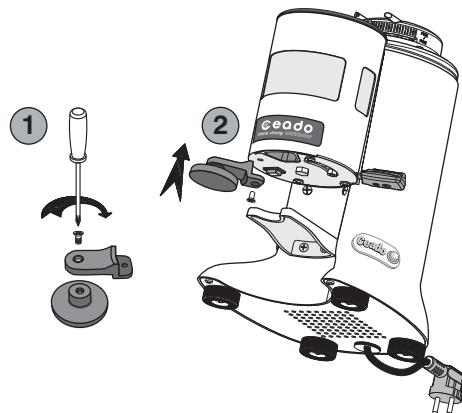

Fig. 10
- 2** Scegliere il diametro del pressino adatto per il porta filtro della macchina per caffè in vostro possesso e fissarlo al suo supporto utilizzando la vite in dotazione (1, Fig. 10).
- 3** Posizionare l'assieme pressino-supporto e fissarlo utilizzando la vite tolta nel punto 1 (2, Fig. 10).